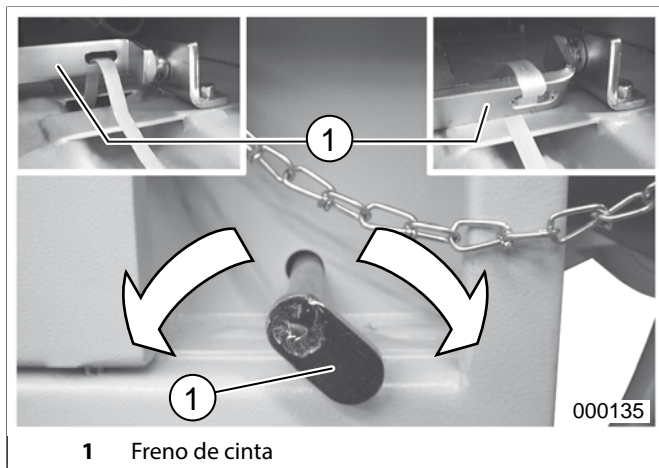

fig. 15 Freno de cinta
El freno de cinta (fig. 15) tiene que estar cerrado (girar la palanca a la derecha).
2. Abrir el freno de cinta (fig. 15/1).
4. Cerrar el freno de cinta (fig. 15).
3. Abrir el freno de cinta (fig. 15).